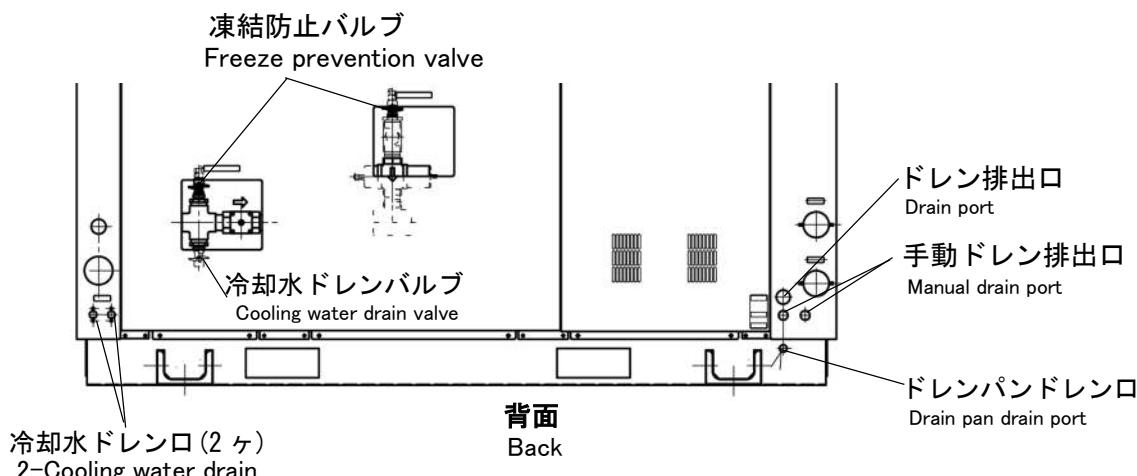

図1 Figure 1
やむを得ず立ち上がりを設ける場合は、バルブまたはドレントラップを取り付け、水が抜けるようにしてください。(図 1)
Do not allow a rise in the piping from the air compressor to the air dryer. If you cannot avoid a rise, install a valve or drain trap so that water can discharge. (See Fig. 1.)
1. 図1に示すドレンパンドレン口 (R3/8) に配管してください。
Attach R 3/8 piping to the drainpan drain port of Figure 1.
1. 図 1 に示す冷却水 ドレン口 (Rp1/4) の プラグを外し、配管してください。配管の途中には別途バルブを設け、通常はバルブを閉じてください。
Remove the plug from the cooling water drain (Rp 1/4) of Figure 1 and attach piping.
3. 7 項図 1 に示す凍結防止バルブを開いてください。凍結防止バルブは、本機内の制水弁をバイパスします。凍結防止バルブを開かないと、本機停止中は制水弁が閉じているので冷却水は循環しません。本機を運転する場合は、必ず凍結防止バルブを開じてください。
Open the freeze prevention valve of Figure 1 in section 3.7.